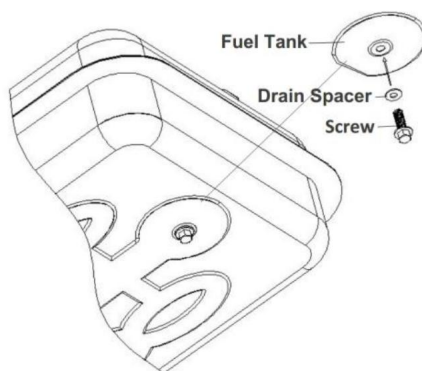

Fig.6 Extracción del tapón de drenaje. Ajuste de presión de la bomba
2. Para quitar el tapón de drenaje (DG-K100). Tire del mango del enchufe hacia abajo y Retire el cabezal de sellado del tanque con orificio de drenaje (ver Fig.6).